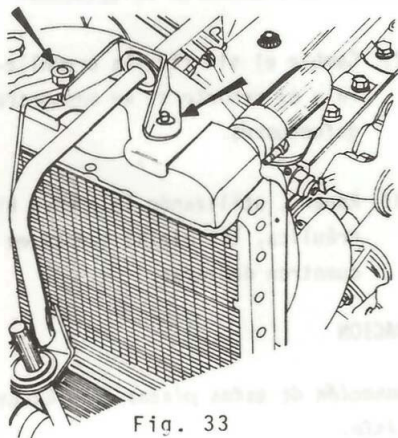

Fig. 33
PASO 5: Quite las tuercas de los soportes superiores del radiador (fig. 33).